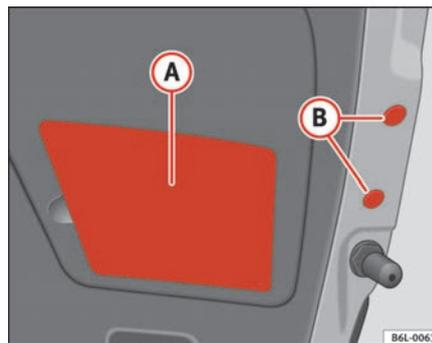

Fig. 161 Feu arrière dans le hayon
- Retirer le cache en plastique (A) ⇒ page 238, fig. 161 et les bouchons en plastique (B) ⇒ page 238, fig. 161 en faisant levier avec soin avec la partie plate du tournevis, en faisant attention de ne pas rayer la peinture.